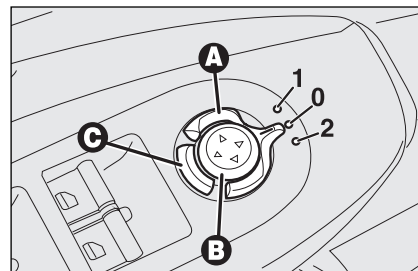

fig. 39
Kies de gewenste spiegel met de knop **A-fig. 39**:
Waar nodig (bijvoorbeeld bij nauwe doorgangen) kunnen de buitenspiegels worden ingeklapt door de knop **C**-fig. 39 in te drukken.
Druk nog een keer op de knop **C**-fig. 39 om de spiegels weer in de normale stand te zetten.
- draai de keuzeknop **A**-fig. 39 in stand **2** (passagiersspiegel wordt geselecteerd);
Ga als volgt te werk: Plaats de elektronische sleutel in het startsysteem; schakel de achteruit in; draai de keuzeknop **A-fig. 39** in stand **2** (de passagiersspiegel wordt geselecteerd).
De spiegel keert automatisch na ongeveer 10 seconden terug in de beginstand als een andere versnelling dan de achteruit wordt ingeschakeld of onmiddellijk als de snelheid vooruit hoger wordt dan 10 km/h of als de keuzeknop **A-fig. 39** in stand **0** wordt gezet.